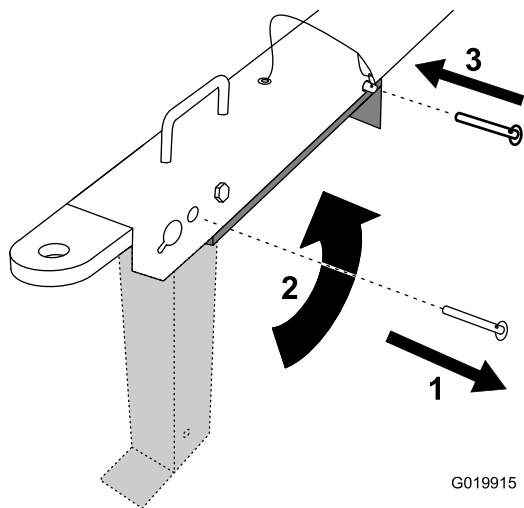

Figure 20
7. Sortez l'axe de chape du pied stabilisateur avant et de la flèche (Figure 20).
8. Faites pivoter le pied stabilisateur avant vers le haut et dans la flèche (Figure 20).
9. Poussez l'axe de chape dans le trou arrière de la flèche et du pied stabilisateur avant (Figure 20).